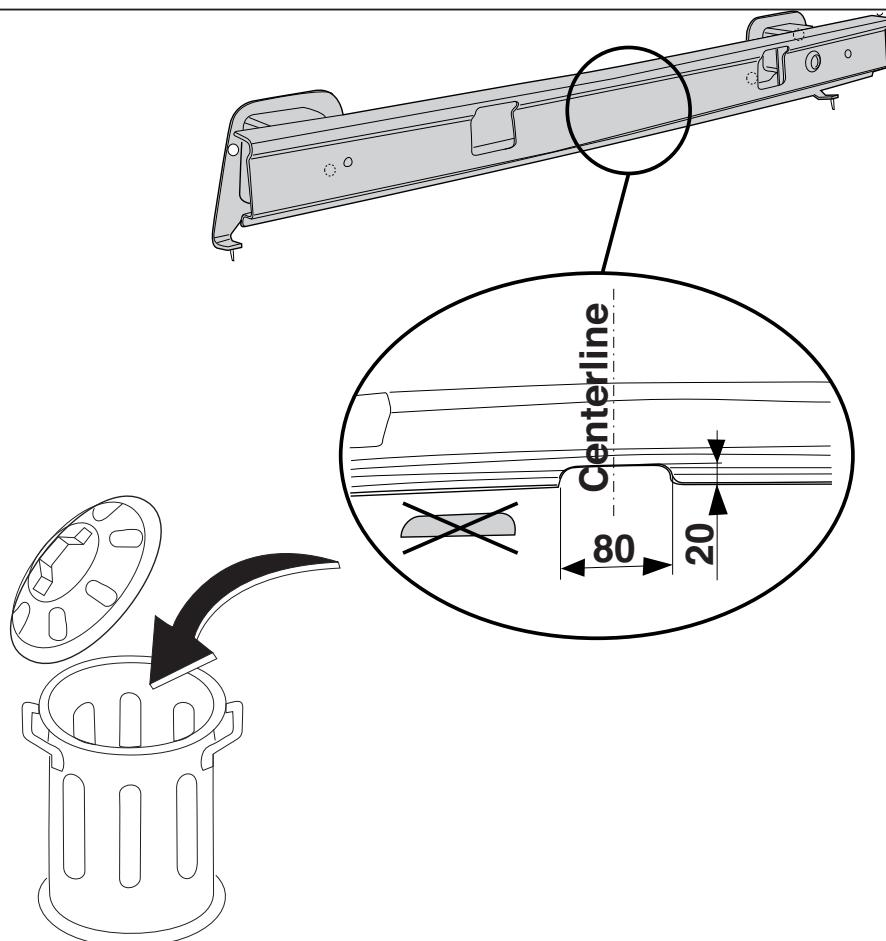

Fig.2
3. Saw out from the bumperinnerwork the section indicated in accordance with fig. 2.
verkleidung heraus sägen. Fig. 2, die angegebenen Stücke aus der Stoßstangeninnense-
- Såga de markerade delarna ur stötfångaren innanmätet. Se fig. 2.